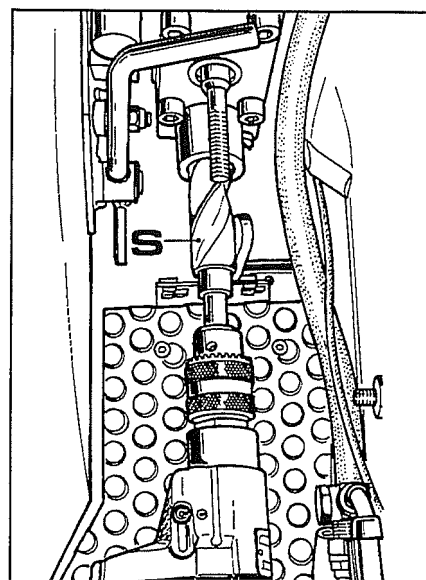

Fig. 18
- 1 Applicare alla staffa la boccola con diametro interno di 25 mm quindi eseguire il primo foro con la relativa punta (**S** fig.18) e con trapano in velocità lenta.
- 2 Applicare alla staffa la boccola con diametro interno di 28,5 mm quindi eseguire il secondo foro con la relativa punta (**S** fig.18) e col trapano in velocità lenta.